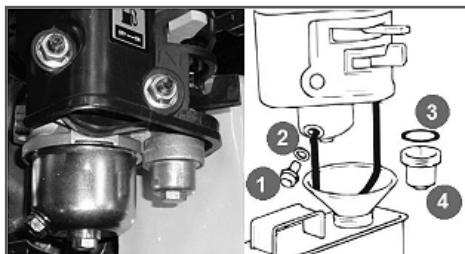

Рис.12 Обслуживание фильтра-отстойника карбюратора
- Открутите болт сливного отверстия (1) и слейте топливо из поплавковой камеры карбюратора (Рис. 12).
- Открутите стакан отстойника (4), вылейте из него топливо в ранее подготовленную емкость.